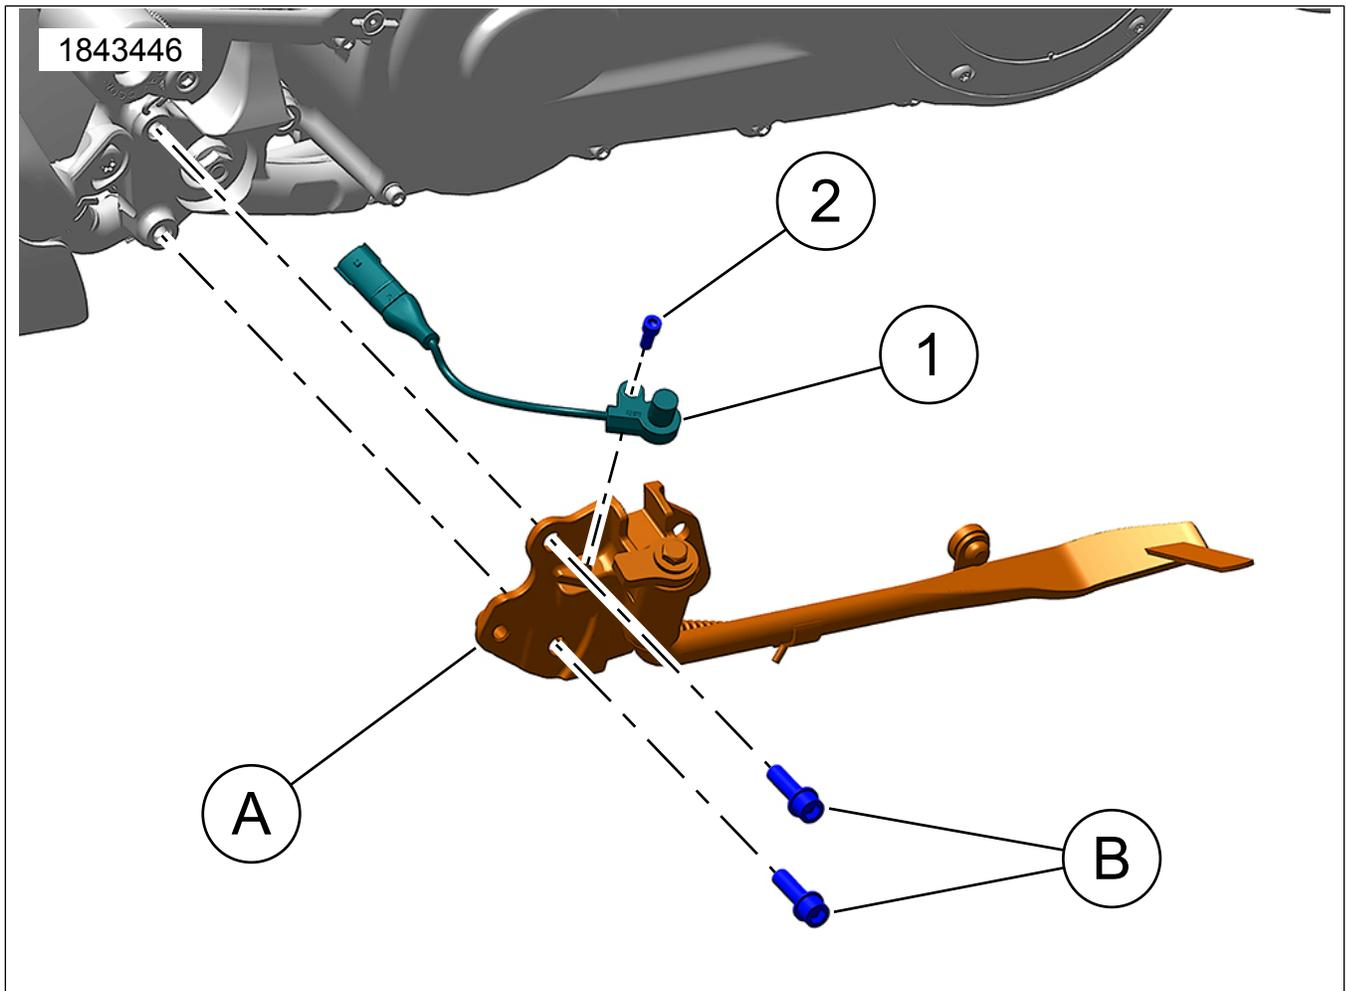

Figure 1. Contenu du kit : Capteur de la béquille
1. Voir la Figure 1. Installez le capteur (1) sur le support jiffy (A).
2. Fixez le capteur avec la vis hexagonelle (2). Serrer.